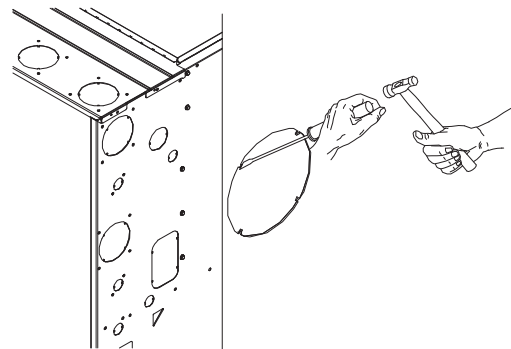

Fig. 15 – Retiro de la tapa del agujero prepunzonado
1. Quite la tapa del agujero prepunzonado de 7/8 in en el lado derecho de la carcasa. Consulte la Fig. 15 para ver la técnica recomendada para hacerlo.
5. Quite la tapa del agujero prepunzonado en el lado izquierdo de la carcasa. Consulte la Fig. 15 para ver la técnica recomendada para hacerlo.